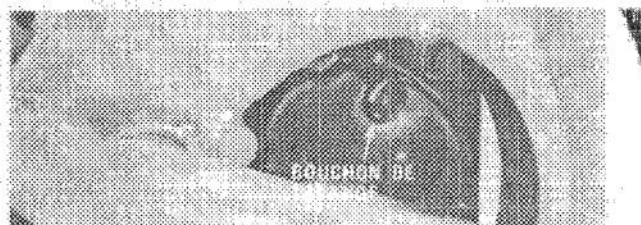

Figure 22
3. Basculez la tondeuse sur son côté gauche et faites tourner la lame de façon à donner accès au bouchon de vidange d'huile (Fig. 22).
4. Nettoyez la surface autour du bouchon. A l'aide d'une clé à fourches de 7/16 pouce, enlevez le bouchon de vidange (Fig. 22). Ramenez graduellement la tondeuse à sa position normale afin de permettre à l'huile de couler dans le bac.